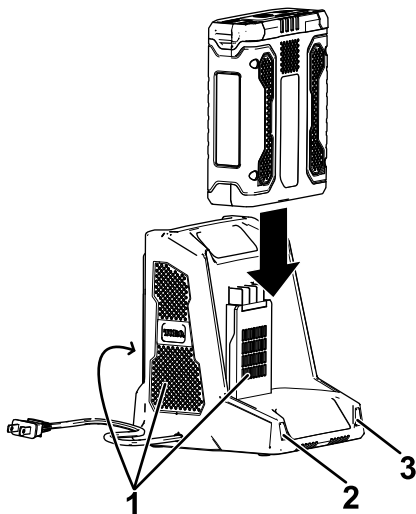

Figuur 7
3. Lijn de uitsparing in de accu (Figuur 7) uit met het uitsteeksel van de lader.